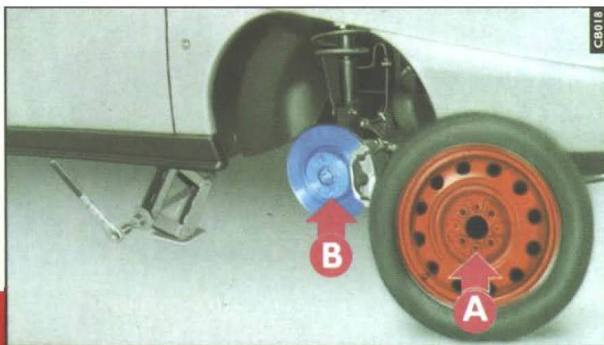

fig. 3
- 7) Montar a roda sobressalente, fazendo coincidir os furos **A**- **fig. 3** com os relativos pinos **B**.